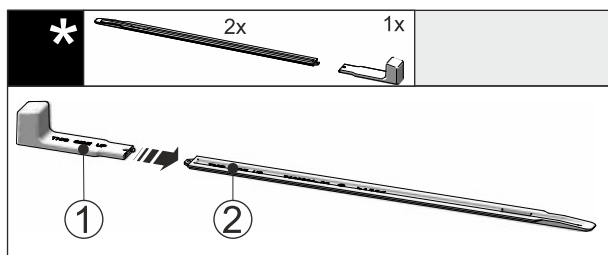

Fig. 54
▶ Atașați mânerul de montare Fig. 54 (1) la șina de nivelare Fig. 54 (2).